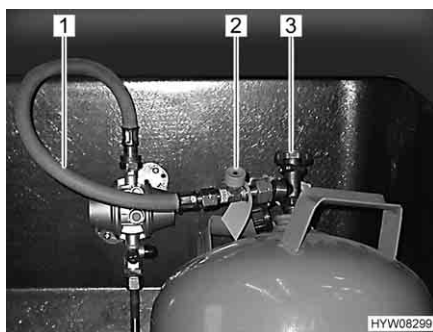
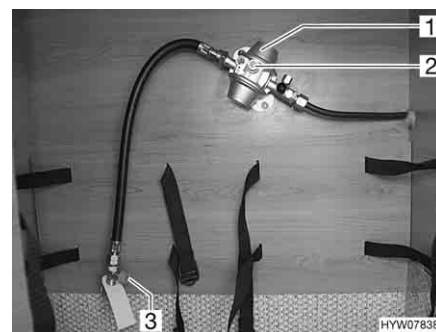

Fig. 67 Raccordo bombola del gas
Fig. 68 Regolatore di pressione del gas
- Chiudere la valvola principale di arresto (Fig. 67,3) della bombola del gas. Osservare la direzione della freccia.
- Svitare manualmente il tubo del gas (Fig. 67,1), dalla bombola del gas (filettatura sinistrorsa).
- Premere con forza il dispositivo antirottura della tubazione (Fig. 67,2 o Fig. 68,3) e tenerlo premuto per ca. 5 secondi.
- Premere con forza il pulsante verde (Fig. 68,2) del regolatore di pressione del gas (Fig. 68,1) e tenere premuto per ca. 5 secondi. La sorveglianza della pressione è attivata.